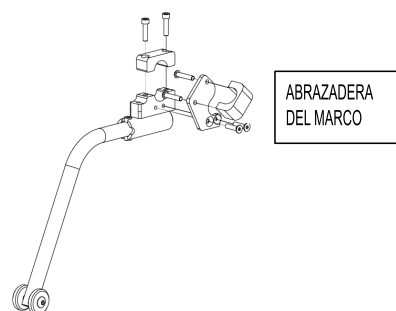

FIG. 2
- Monte el segundo tornillo de banco en el marco (fig. 2).